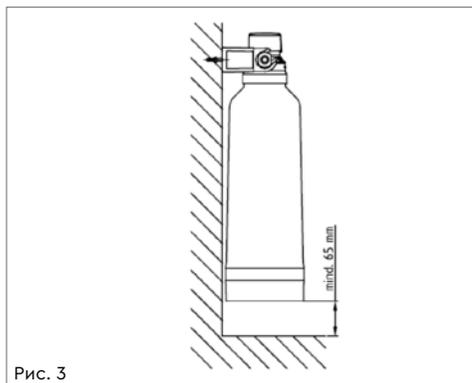

Рис. 3
2. Фильтр система должна быть установлена и работать в вертикальном положении (см. рис. 3).